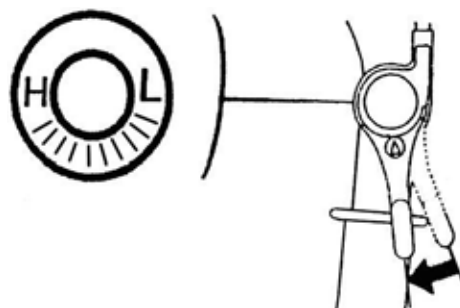

рис.10
- перевести рычаг дроссельной заслонки немного влево, как показано на рис.10;
После прогрева двигателя в течение 10-40 секунд (в зависимости от начальной температуры), переведите рычаг воздушной заслонки в крайнее правое положение - „открыто“, а рычаг управления дроссельной заслонкой (рис.10) в положение «минимально».
- перевести рычаг регулировки дроссельной заслонкой (рис.10) в положение «минимально»;